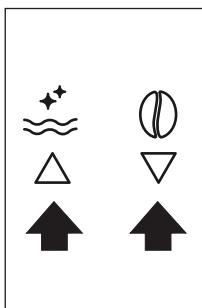
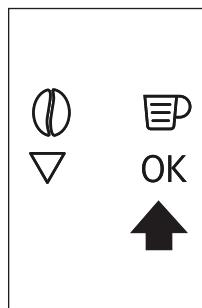

Fig. 9
Fig. 10
- ▶ Pentru a seta limba, utilizați pictogramele (B7 și B8) pentru a selecta limba dorită (Fig. 9). Când este afișat mesajul „PRESS OK TO CHOOSE ENGLISH” (APĂSAȚI OK PENTRU A ALEGE LIMBA ENGLEZĂ), apăsați pe pictograma (B 9) (Fig. 10) timp de 3 secunde până când se afișează mesajul „ENGLISH INSTALLED” (LIMBA ENGLEZĂ INSTALATĂ). Dacă ați setat limba greșită, urmați instrucțiunile din secțiunea "Setarea limbii". Dacă limba dv. nu este disponibilă, selectați una dintre cele afișate. Instrucțiunile se referă la versiunea în limba engleză. După aceea urmați instrucțiunile afișate.
- Atingeți tasta **ok** (B9) (Fig. 10) și, după câteva secunde, din duză curge puțină apă.